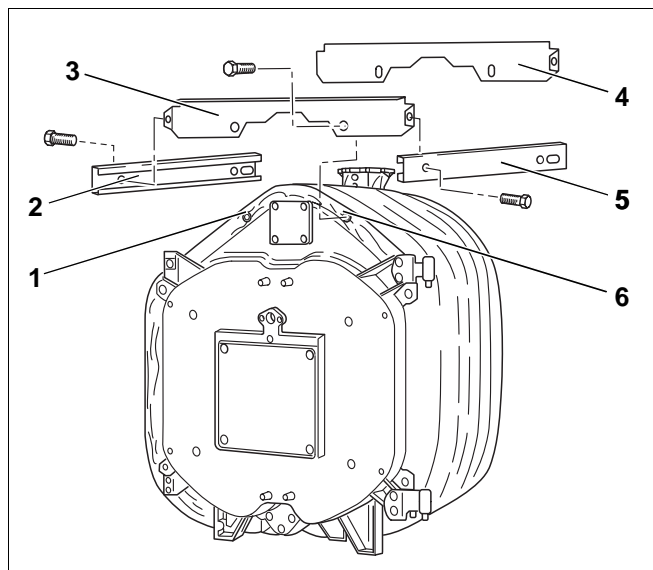

Рис. 36
- Установить поперечную траверсу (рис. 36, **поз. 3**) сверху спереди на литом выступе (рис. 36, **поз. 1 и 6**) и закрепить болтами (М 8 x 12). Отбортовка передней траверсы должна быть направлена вперед.
- Зафиксировать поперечную траверсу вверху сзади (рис. 36, **поз. 4**) на литом выступе и закрепить болтами (М 8 x 12). Отбортовка нижней траверсы должна быть направлена назад.
- Продольные траверсы (рис. 36, **поз. 2 и 5**) наложить сбоку на поперечные траверсы и закрепить саморезами. Отбортовки продольных траверс должны быть при этом направлены внутрь, тогда как удлиненные отверстия обращены к задней стороне котла.